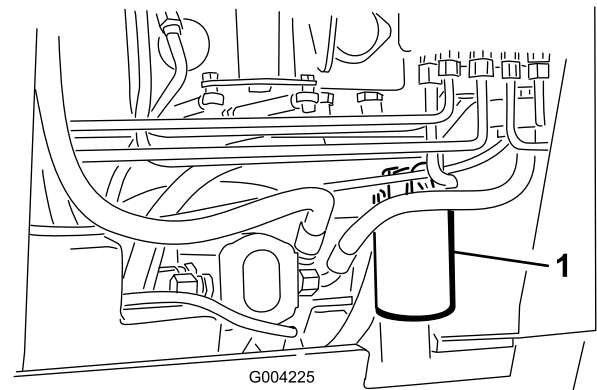

Figure 49
4. Placez un bac de vidange sous le filtre (Figure 49).
5. Enlevez le filtre à huile usagé (Figure 49) et essuyez la surface du joint de l'adaptateur.
7. Montez le filtre de rechange sur l'adaptateur (Figure 49). Tournez le filtre dans le sens horaire jusqu'à ce que le joint rejoigne l'adaptateur, puis donnez 3/4 de tour supplémentaire.